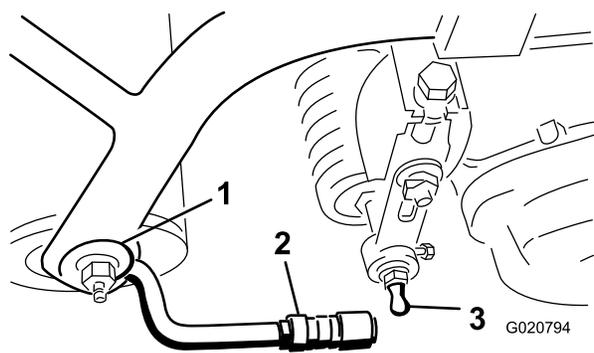

Figure 8
- Repoussez le manchon sur chaque douille de rotule et accrochez la douille au goujon à rotule de l'unité de coupe. Relâchez le manchon pour qu'il vienne recouvrir le goujon et solidarise les ensembles (Figure 8).